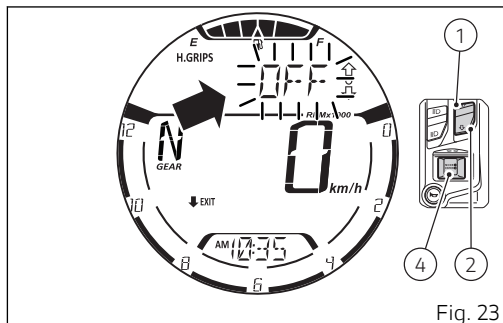

Fig. 23
El nivel se puede programar presionando el pulsador (4). El salpicadero entra en el procedimiento de configuración del nivel de los puños calefactados, haciendo parpadear el nivel actual y visualizando la indicación "EXIT" con adelante la flecha negra dirigida hacia abajo (Fig. 23).